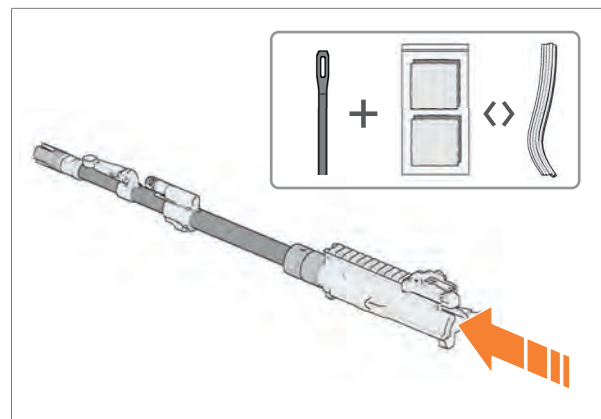

Abb. 107: Rohr reinigen
10. Saubere Reinigungsdochte / Reinigungstücher durch das Rohr ziehen um grobe Verschmutzungen zu entfernen (Abb. 107).